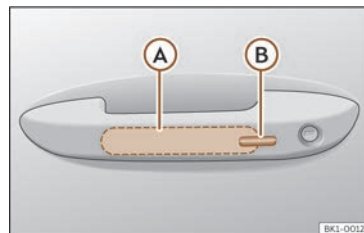

Fig. 77 Manecilla de la puerta: superficies sensoras.
>>> **fig. 77**
- Toque la superficie sensora >>> **fig. 77 (B)** situada en el lado exterior de la manecilla de la puerta. Todos los intermitentes parpadean una vez.
- Antes de que transcurran 5 segundos, toque una vez el sensor del lado exterior de la manecilla de la puerta >>> **fig. 77 B**. Al hacerlo, no agarre la manecilla. El sistema Keyless Access queda desactivado temporalmente.